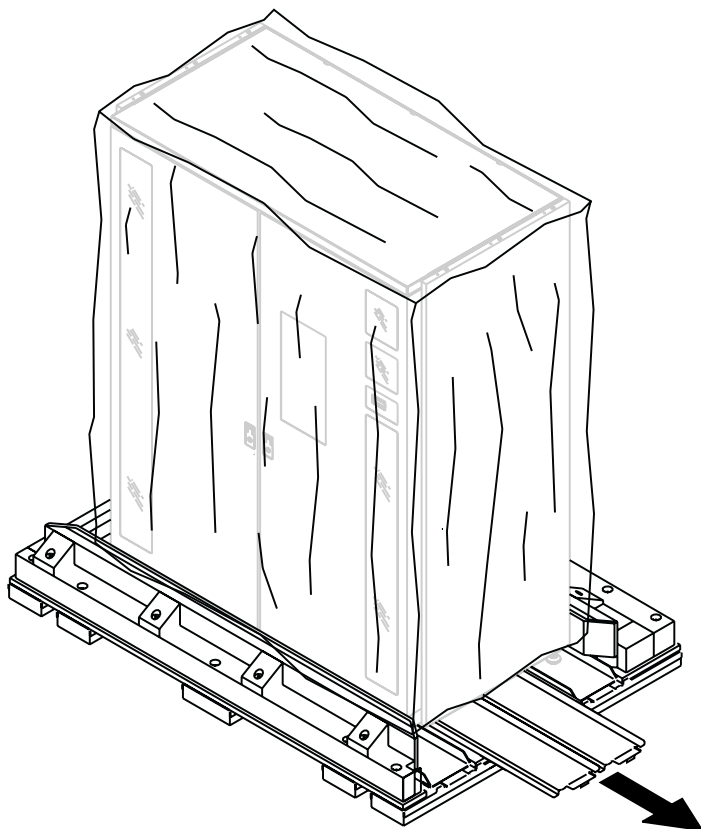

図4-8: ランプ エクステンションの取り出し
15. 右側の木製の棒を取り外して、2つのランプ エクステンションと発泡樹脂ブロックをライブラリの下から取り出します（図4-8を参照）。ランプ エクステンションは、ライブラリの移動の準備ができるまで脇に置いておきます。